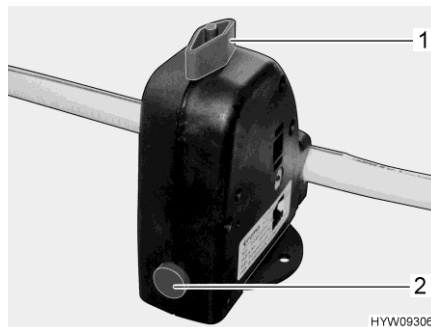

Bild 148 Sicherheits-/Ablassventil (Truma)
- Sicherheits-/Ablassventil (Truma) schließen. Dazu den Drehknopf (Bild 148,1) quer zum Sicherheits-/Ablassventil drehen und den Druckknopf (Bild 148,2) eindrücken.